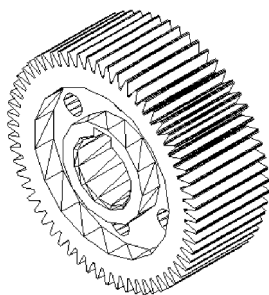

图 13-35 轴孔倒角
1) 单击【实体编辑】选项板|【圆角边】按钮后的倒三角，选择倒角边，选择轴孔内侧的边，在命令行输入“D”距离，输入距离1和距离2的值都为“0.5”，按回车键，如图13-35所示。